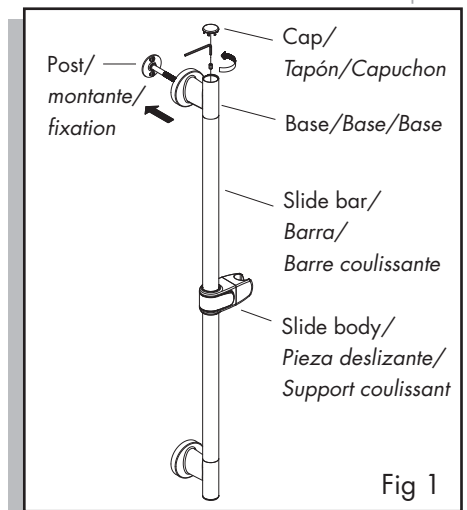

Fig 1
1. Remove cap. Using hex wrench (supplied), loosen set screw and remove post from slide bar base (Fig 1).
1. Quite el tapón. Utilice la llave hexagonal provista para aflojar el tornillo de presión y quite la sujeción de la base de la barra (fig. 1).